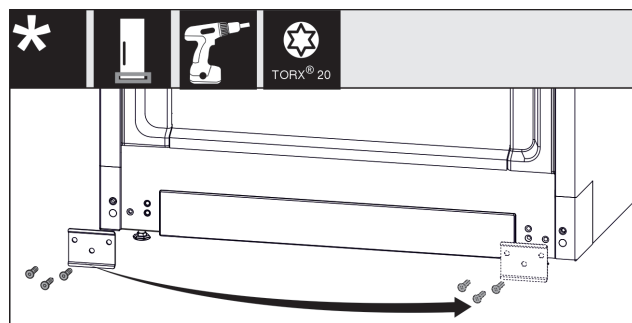

Fig. 16
- Odšroubujte plech Fig. 16 (1), přesuňte jej na druhou stranu a přišroubujte jej zpět.